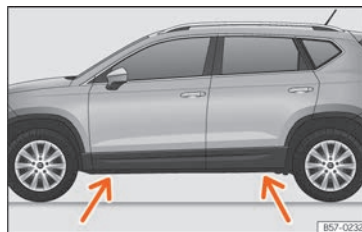

Abb. 78 Querträger: Marken.
• Suchen Sie am Längsträger die Markierung des Aufnahmepunktes für den Wagenheber (Eindrückung), die dem zu wechselnden Rad am nächsten liegt »» **Abb. 78.**
• Drehen Sie die Kurbel des unter dem Aufnahmepunkt des Längsträgers befindlichen Wagenhebers*, bis sich die Nase ①